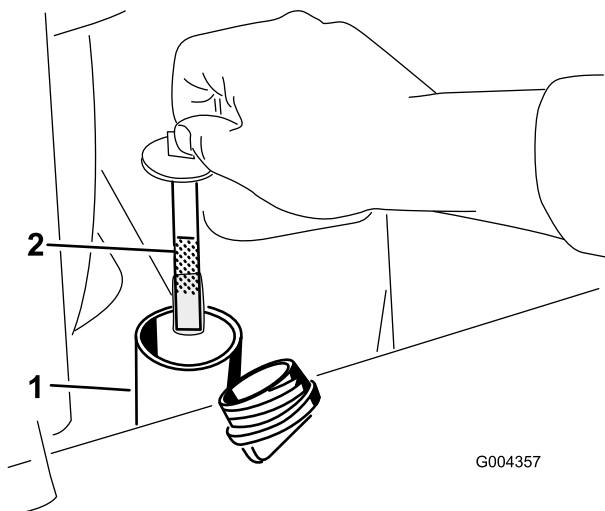

Figura 60
5. Togliete il tappo del serbatoio idraulico e l'asta di livello (Figura 60).